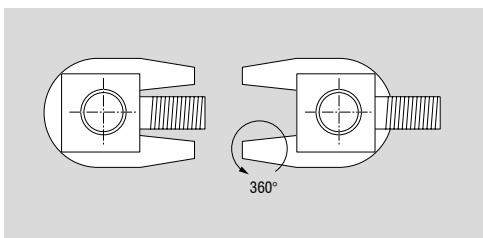

Fig. 5.2 Fodkloen kan drejes 360°.
- Fodkloen kan drejes 360°. Ved en 360° drejning af kloen eller bundpladen sikres en optimal placering af donkraften (fig. 5.2).